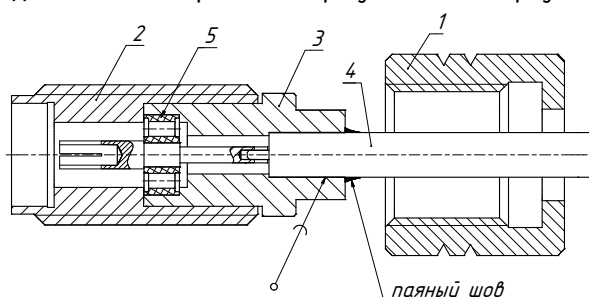

Рис. 25. Монтаж кабеля к корпусу соединителя
2) Наденьте стягивающую гайку 1 на кабель 4 (рисунок 25). Произведите пайку корпуса 3 на кабель 4. При монтаже должен формироваться цельный паяный шов. Не допускается попадание припоя на центральный проводник и изолятор кабеля при установке корпуса соединителя.
3) Наденьте корпус 2 на корпус 3 (рисунок 25). Плотно скрутите корпус кабельного соединителя 2 со стягивающей гайкой 1 (предварительно нанесите клей Loctite 243 на место резьбового соединения корпуса со стороны стягивающей гайки 1). Для установки стягивающей гайки можно использовать приспособление для монтажа блочных резьбовых соединителей типа розетка ЖНКЮ.296371.030-02. Для этого: